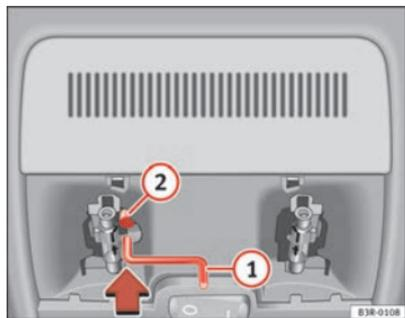

Fig. 83 Pormenor do revestimento do tecto: Manivela para accionamento de emergência
- Introduza a manivela ① no orifício sextavado ② até chegar ao limite ⇒ fig. 83.